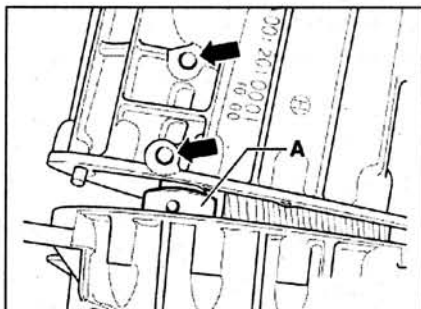

Рис. 4.50. Установите и закрутите болты крепления вала передачи заднего хода А (стрелки).
28. Вкрутите оба болта крепления вала передачи заднего хода А (стрелки) (рис. 4.50).